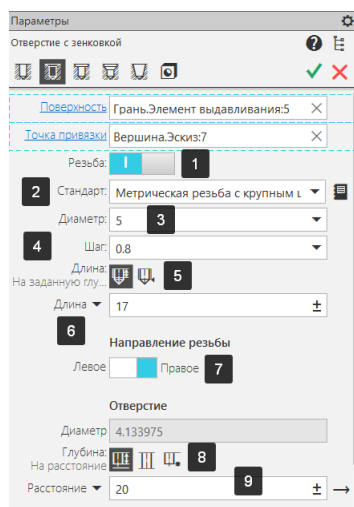

Рисунок 76 – Параметры Отверстие с зенковкой
- Настроим параметры отверстия с зенковкой: переведем бегунок Резьба в положение I (1), стандарт – метрическая резьба с крупным шагом (2), диаметр – 5 мм., шаг – 0,8 (3) (Рисунок 76);
- Настроим глубину резьбового отверстия: длина резьбы – на заданную глубину (5) длина 17 мм. (6), направление оставим по умолчанию – правое (7), способ задания глубины отверстия – на расстоянии (8), расстояние – 20 мм. (9) (Рисунок 76);